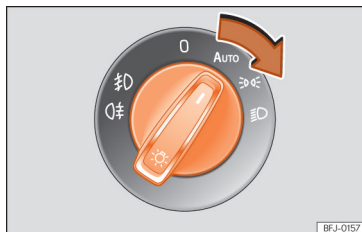

Рис. 82 Передня панель: головний перемикач системи освітлення
• Коли запалювання ввімкнене, поверніть перемикач системи освітлення в бажане положення » **рис. 82**: